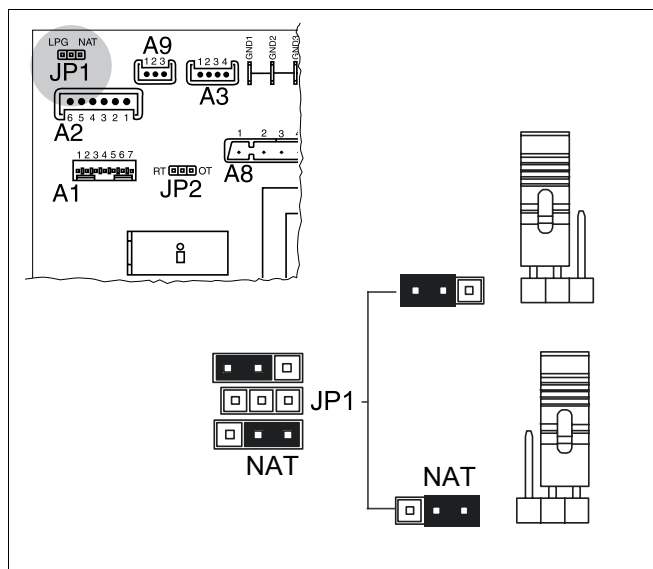

Рис. 48 Перенастройка сжиженный газ/природный газ
- Перемычку JP1 (рис. 48) на плате регулирования переставить в положение "NAT".